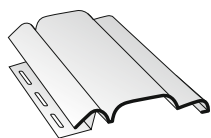

рис. 7
2. Если Вы хотите сделать выступ и выделить фасадные панели, то в качестве начальной планки можно использовать планку J-профиль, которая будет служить своеобразным бортиком на стене вашего дома (рис. 7).